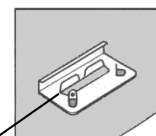

fig. 10
e) Colocar las placas base (T1) equidistantes unas de las otras, alrededor de todo el perímetro. Si se utilizan opcionalmente las baldosas colocar una placa base (T1) sobre cada baldosa (fig. 10).